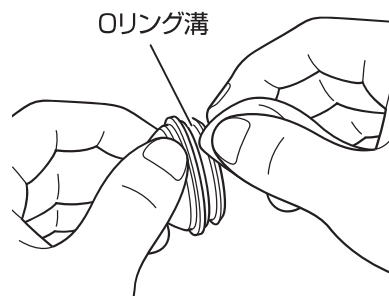

図 63 Oリング溝の清掃
2. 消毒用アルコールをしみこませた布等でOリング溝を清掃する。（図 63 参照）